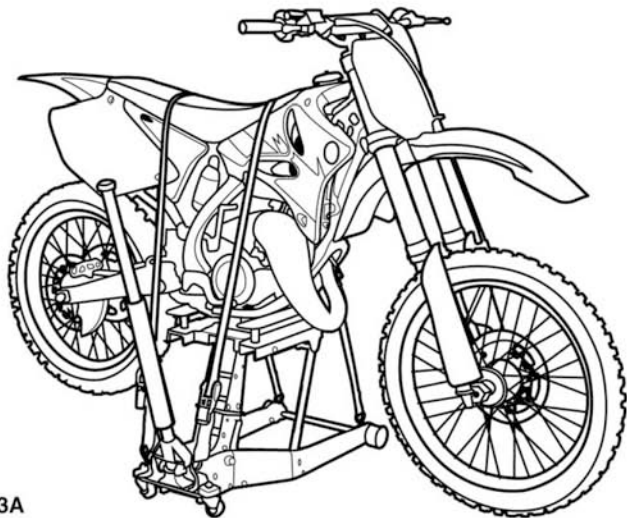

Fig. 3A
1. Asegure un extremo con gancho del amarre a la manija **(A)**. Coloque el amarre sobre el vehículo - vea la Fig. 3A. Asegure el otro extremo con gancho al eje delantero de la rueda **(R)** del gato.